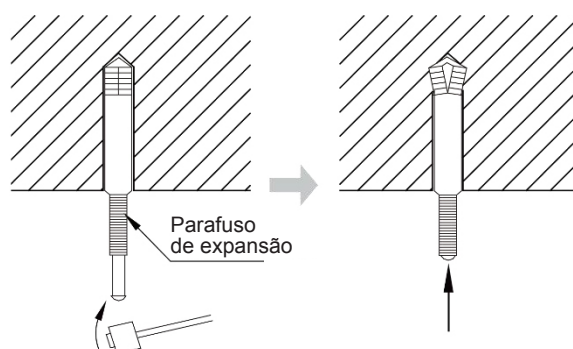

Fig. 4
- 2) Insira o parafuso de expansão M10 no orifício e martele-o, como mostrado na Fig. 4.